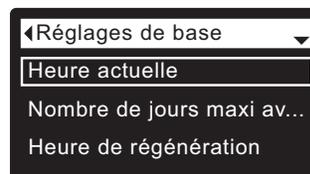

FIG. 37
3. Appuyez sur le sélecteur (O) pour afficher le menu des réglages de base (cf. Figure 37).
7. Appuyez sur le sélecteur (O); l'afficheur revient au menu des réglages de base (cf. Figure 37).